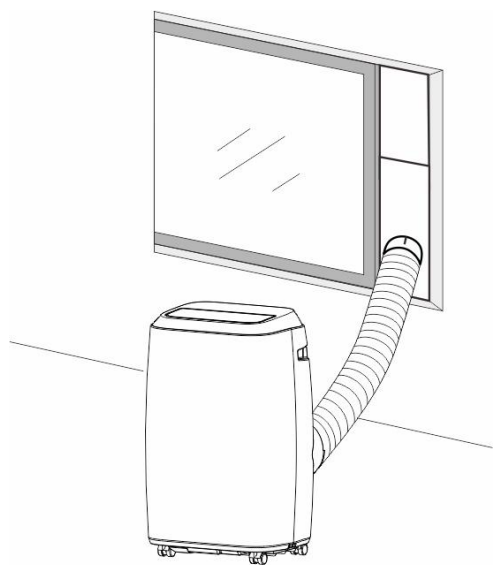

Fig.5
- 2) Installez le tuyau de vidange et ajustez la position de la fenêtre selon les figures 5 et 5a.